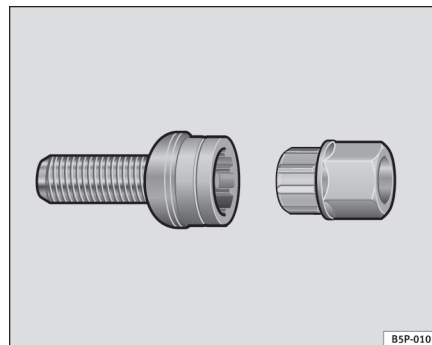

Abb. 176 Diebstahlhemmende Radschrauben ▶
- Setzen Sie den Adapter bis zum Anschlag in der diebstahlhemmenden Radschraube ein ⇒ Seite 260, Abb. 176.